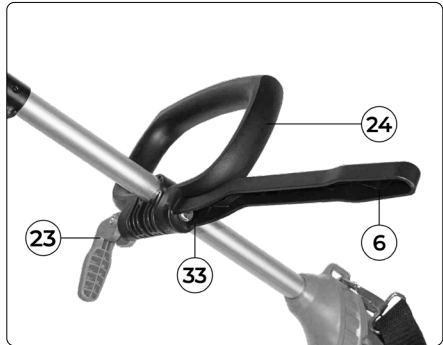

Рис. 9
- Установите дополнительную рукоятку (Рис.9 поз.24) на верхнюю часть штанги (рис.9 поз.5).
- Вставьте болт крепления дополнительной рукоятки (рис.9 поз.33) в отверстие ограничителя рукоятки (рис.9 поз.6) и дополнительной рукоятки (рис.9 поз.24).
- Вставьте палец фиксатора (рис.9 поз.32) в отверстие в болте (рис.9 поз.33) и надежно затяните его.